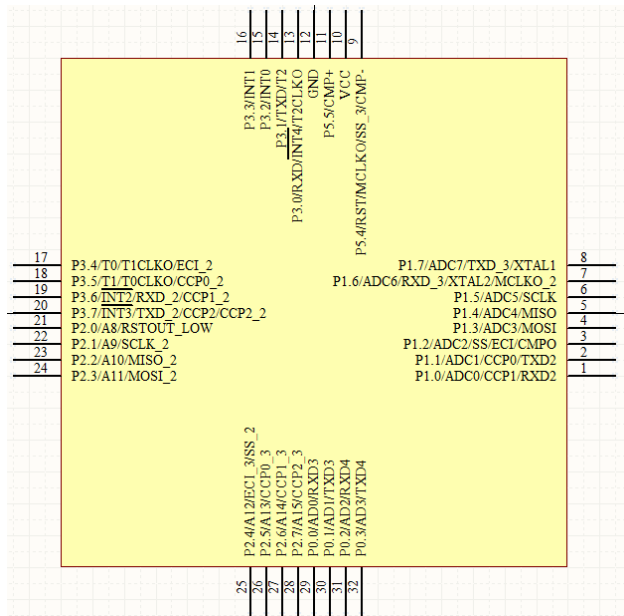

图 19-11 STC15W4K60S4 单片机符号
5) 在 Pin Name 列中输入各引脚的名称, 如 1 号引脚对应的 Name 为 P1.0/ADC0/CCP1/RXD2, 完成后关闭 SCHLIB List 面板退出, 最终的结果如图 19-11 所示。